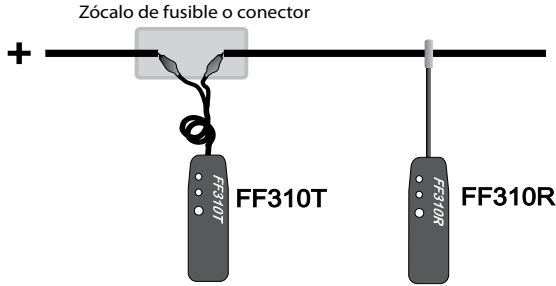

Fig.2 - Conexión para rastrear cortocircuitos, circuitos abiertos o localizar cables.
- 6.2 Conecte el FF310T en serie con el cable o circuito cortocircuitado, asegurando que uno de los conectores del FF310T está conectado al positivo del circuito (o negativo para vehículos con positivo a chasis). Un conector enchufado en el zócalo del fusible quemado, conectores, etc., son lugares convenientes para conectar el FF310T como se muestra en las Fig. 2 y 3, en Página 6.
- 9.2 Conecte el FF310T en serie con el cable o circuito abierto, asegurando que uno de los conectores del FF310T está conectado al positivo o masa del circuito. Un conector enchufado en el zócalo del fusible o conectores en el circuito, son lugares convenientes para conectar el FF310T como se muestra en las Fig. 2, 3, 4, en Página 6.